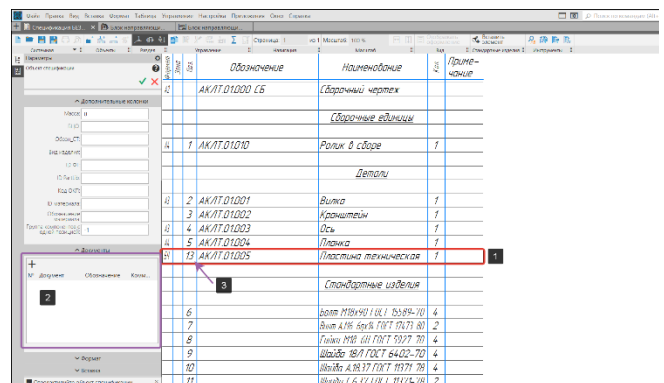

Рисунок 378 – Базовый объект спецификации
- Заполнить текстовую часть Обозначение и Наименование (1) (АКЛТ.01.005 Пластина техническая) можно как вручную, так и подгрузить документ объекта с диска в раздел документы (2) (Рисунок 378).